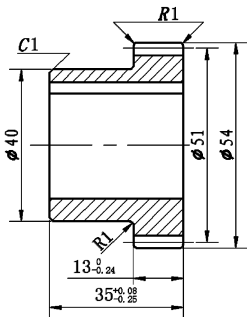

图 9-70 修改线性尺寸“13”及“35”
(2) 单击“注释”选项卡“标注”面板中的“更新”按钮 。选取线性尺寸“13”，即可为该尺寸添加尺寸偏差。
(3) 方法同前，继续设置替代样式。设置“公差”选项卡中的“上偏差”为“0.08”，“下偏差”为“0.25”。单击“注释”选项卡“标注”面板中的“更新”按钮 ，选取线性尺寸“35”，即可为该尺寸添加尺寸偏差，结果如图 9-70 所示。